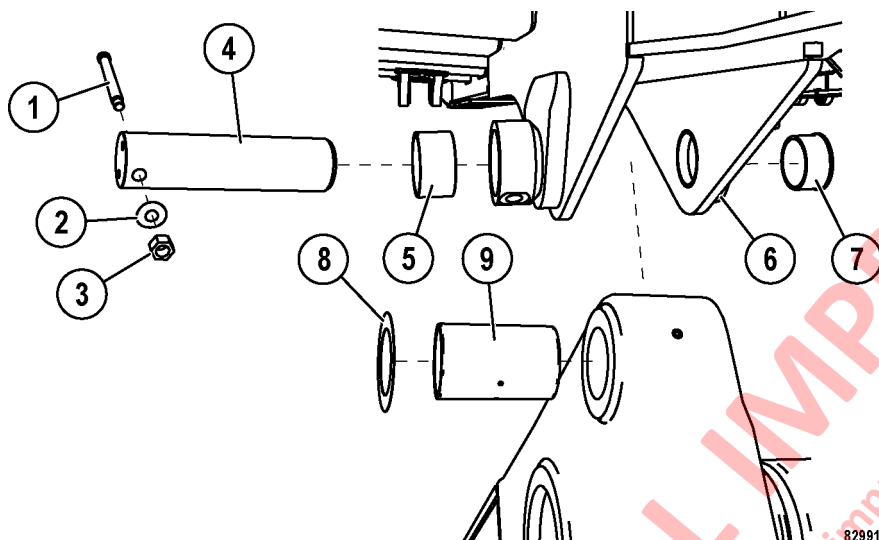

FIGURA 3-3. PASADOR PIVOTE DE LA TOLVA
5. Saque la tuerca (3, Figura 3-3), la arandela plana (2) y el perno de tope (1) de ambos pivotes de la tolva.
7. Saque el pasador pivote (4) de la tolva lo suficiente para que las laines (8) caigan. No es necesario extraer completamente los pasadores, a menos que se vayan a instalar pasadores nuevos.
2. Instale laines (8, Figura 3-3) en ambos pivotes de la tolva, según sea necesario, para llenar los espacios exteriores y centrar la tolva en el pivote del chasis.